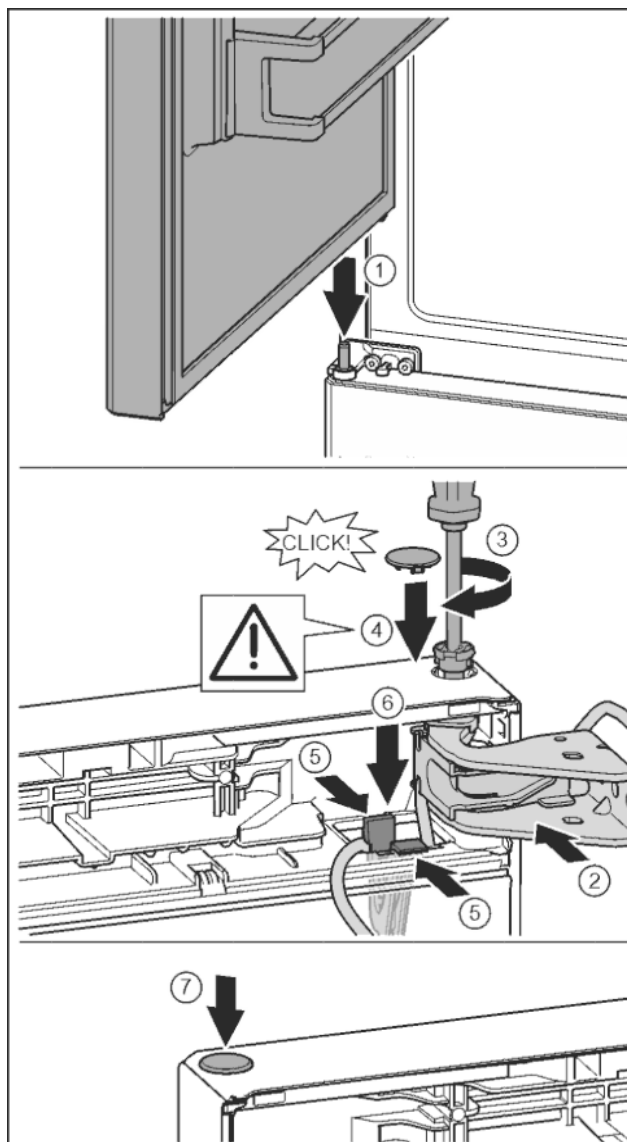

Fig. 37
- ▶ Установка верхней двери на средний опорный палец Fig. 37 (1)
- ▶ Дверь вверху выровнять по отверстию в опорном кронштейне. Fig. 37 (2)
- ▶ Вставить палец и затянуть отверткой T15. Fig. 37 (3)
- ▶ Установить предохранительную крышку для защиты двери: вставить предохранительную крышку и проверить, прилегает ли она к двери. В ином случае вставить палец полностью. Fig. 37 (4)
- ▶ Вставить держатель кабеля с закрепленным на нем кабелем в отверстие. При этом более длинное отверстие соединительной накладки должно быть направлено вперед. Fig. 37 (5)
- ▶ Прижать держатель вниз так, чтобы соединительная накладка защелкнулась. Fig. 37 (6)
- ▶ Вставить заглушку. Fig. 37 (7)